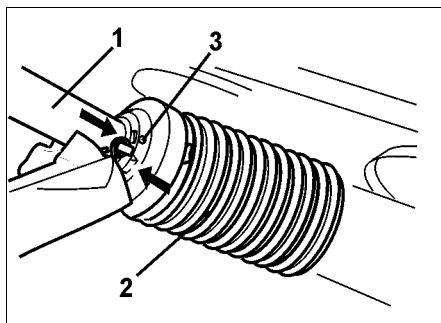

Fig. 27
- Beskyttelses halvparten (Fig. 27/1) skubbes på og beskyttelses tragten (Fig. 27/2) drejes den rigtige position.
- Låseskrues (Fig. 27/3) drejes i.